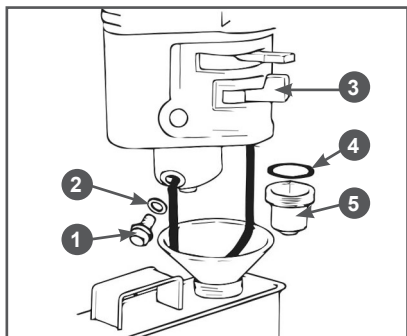

Рис. 28 Обслуживание карбюратора
1. Установите под карбюратор подходящую емкость (Рис. 28).
2. Установите рычаг топливного крана 3 в положение «ЗАКРЫТО» (Рис. 28).
3. Открутите болт 2 сливного отверстия и слейте топливо из поплавковой камеры карбюратора в приготовленную для этого ёмкость (Рис. 28).
4. Открутите стакан отстойника 5, вылейте из него топливо в заранее подготовленную емкость (Рис. 28).